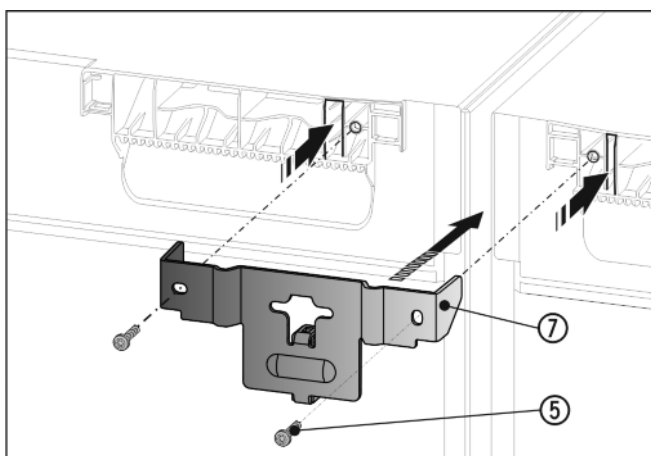

Fig. 9
- ▶ Pousser l'équerre de fixation Fig. 9 (7) avec l'entretoise entre les appareils avec les languettes dans le plafond de l'appareil. Serrer fermement avec 2 vis Fig. 9 (5).